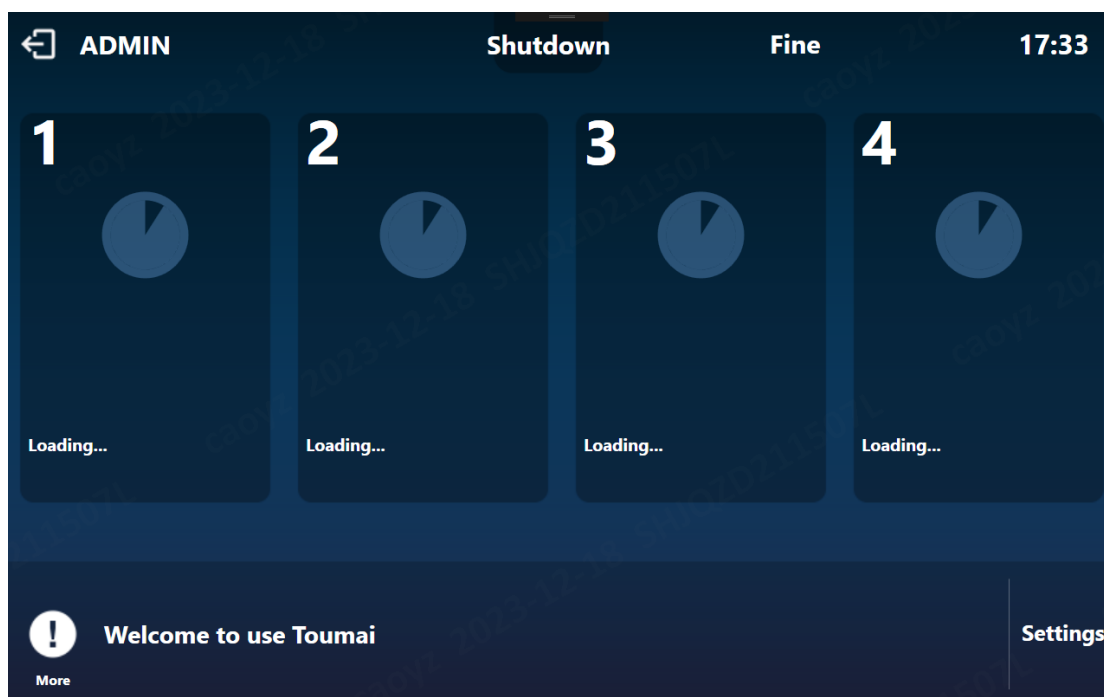

Рисунок 10.8. Схематическое изображение интерактивного интерфейса
- а) Нажмите на кнопку Settings (Настройки) в интерактивном интерфейсе, чтобы перейти на страницу настроек, как показано на рис. 10.8.